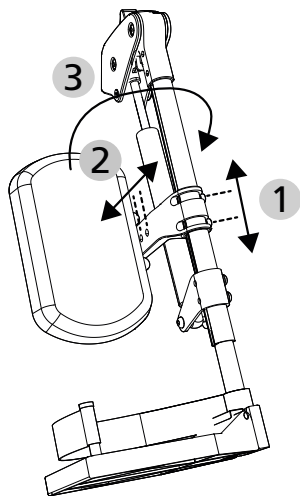

fig.56
1. Per la regolazione dell'altezza è necessario allentare le 2 viti con esagono incassato 5 mm sul supporto. Al termine della regolazione effettuata con intervalli di 30 mm (1, fig. 56), le viti vengono nuovamente fissate nel foro.
2. Allentare la vite con esagono incassato 5 mm per regolare la profondità. Al termine della regolazione effettuata con intervalli di 20 mm (2, fig. 56), la vite viene nuovamente fissata nel foro.
L'imbottitura per polpacci può essere ruotata verso l'esterno per alleviare la compressione sul polpaccio e per dare più spazio gamba (3, fig. 56). __